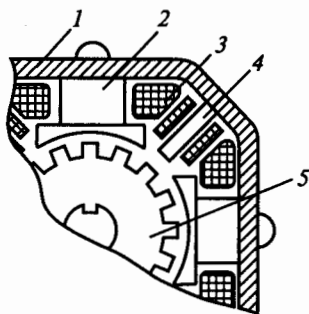

Рис. 236
**10.1.** Какая из частей машины постоянного тока, показанных на рис. 236, не может быть изготовлена из указанных материалов?